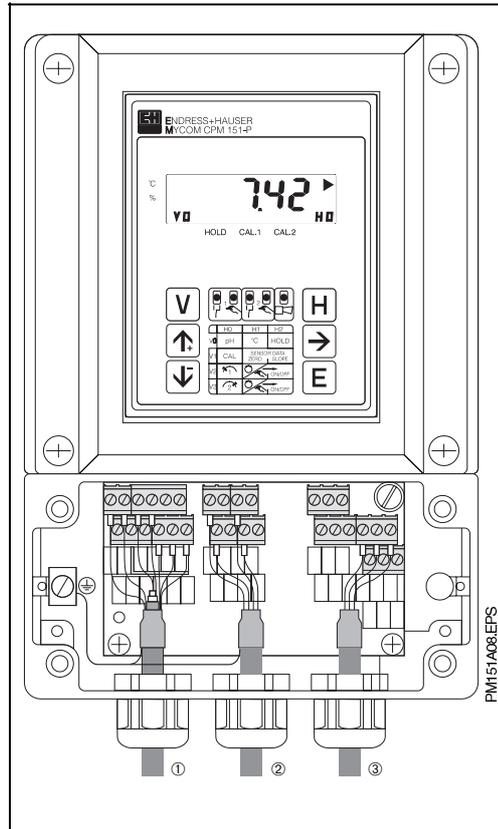

Fig. 4.14 : Mycom CPM 151-P avec raccordements dans le compartiment séparé
Les câbles des sondes et les câbles de signal sont reliés au bornier dans le compartiment de raccordement séparé (voir fig. 4.14).
- Introduire les câbles de liaison à travers les PE (voir fig. 4.14)